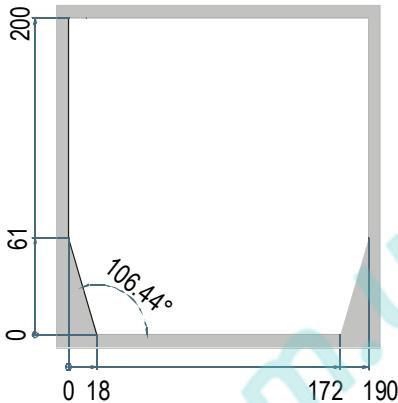
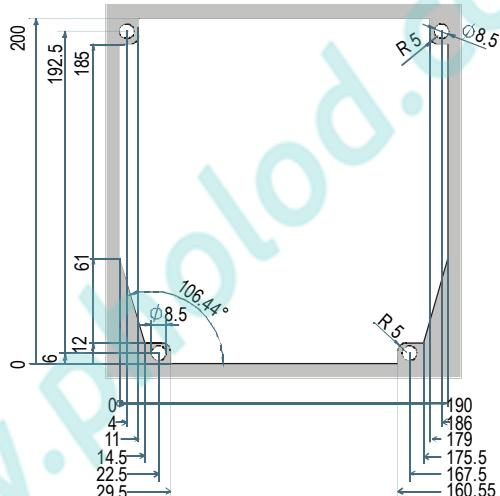

Рис. 4
Рис. 5
- Сделайте отверстие в панели с размерами, приведенными на Рис. 4 (упрощенно) или Рис. 5 (более точно)